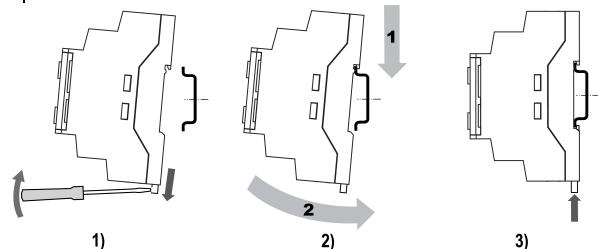

Рисунок 1 – Монтаж и демонтаж прибора
- Подготовить на DIN-рейке место для установки прибора в соответствии с размерами прибора (см. рисунок 1, 1).
- Вставив отвертку в проушину, оттянуть защелку (см. рисунок 1, 1). Прибор установить на DIN-рейку.
- Прибор прижать к DIN-рейке (см. рисунок 1, 2, стрелки 1 и 2). Отверткой вернуть защелку в исходное положение.